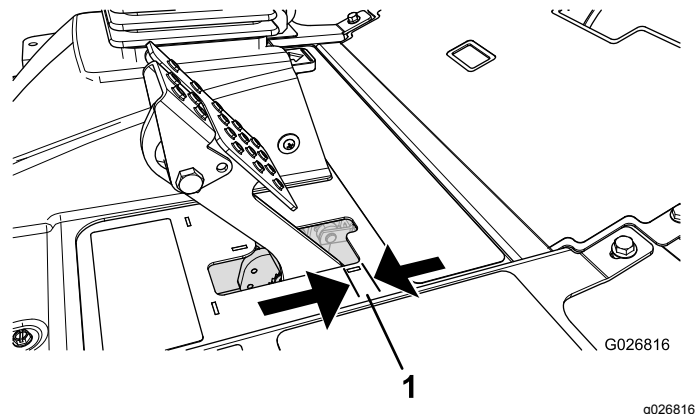

图62
当刹车踏板的自由行程图62超过 2.5cm 时或需要施加更大保持力时应调节刹车。自由行程是您感到刹车阻力之前刹车踏板移动的距离。
- 2. 紧固后螺母向后移动拉线直到车轮被锁定时刹车踏板的自由行程图62达到 613 mm。